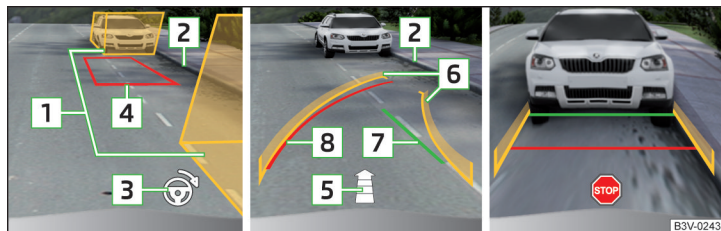

Fig. 255 Afișarea pe ecran
- › Opriti autovehiculul astfel încât în spațiul dintre casetele ajutătoare [1] » fig. 255 să nu se afle niciun obstacol, iar caseta din spate să nu treacă peste limita laterală a spațiului de parcare (de ex. bordură) [2].